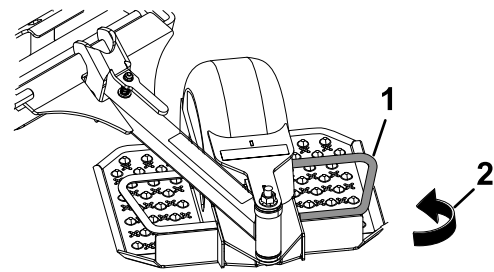

Figure 24
2. Faites pivoter le sulky lentement et avec précaution jusqu'à ce qu'il touche la barre d'attelage (voir Figure 24).